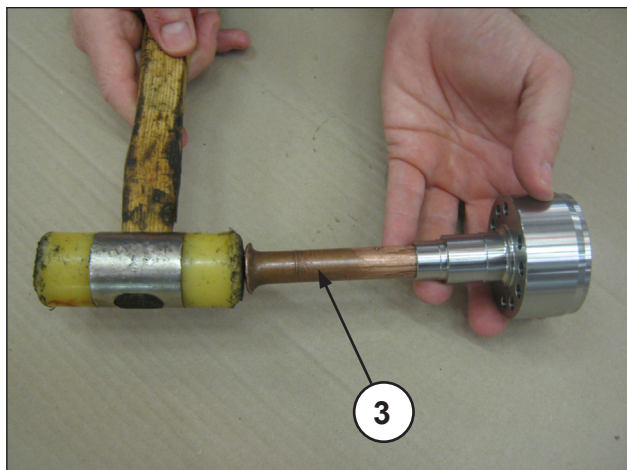
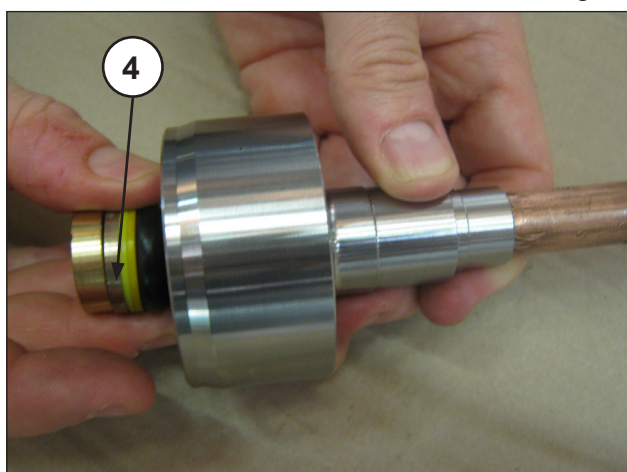
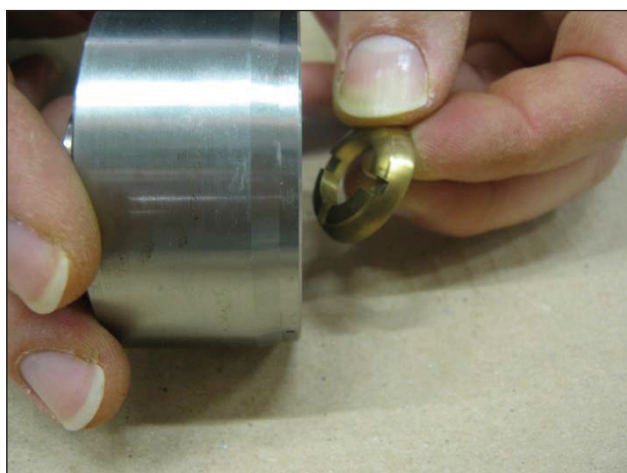

Fig. 34
Fig. 35
Fig. 36
- Com o suporte dos vedantes HP separado e com um pino próprio (pos. ③ Fig. 34) faça sair o pacote de H.P. (alta pressão) (pos. ④ Fig. 35), e finalmente extraia o anel do cabeçote (Fig. 36).
A cada desmontagem, o pacote de HP (Fig. 35, pos. ④) deverá ser trocado.